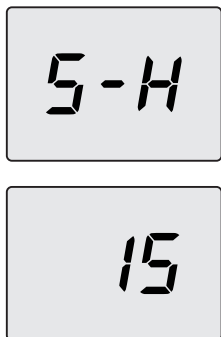

图 7.13
- 使用 10 键将此值改为 **15** 然后按 12 键确认。显示屏会出现 **S-H**, 并交替显示功率参数最大绝对值 (图 7.13)。